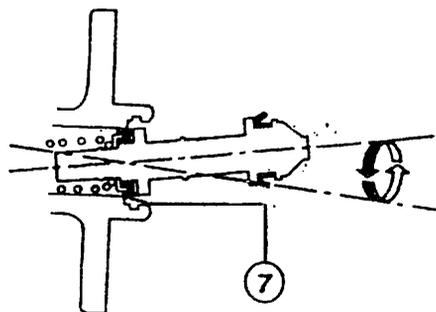

Fig. 7A.2-6
Instale el pasador (1) y el circlip (2) (Fig. 7A.2-2).